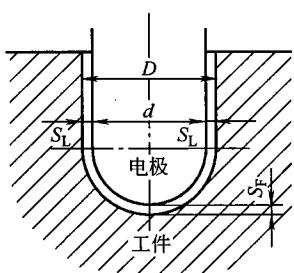
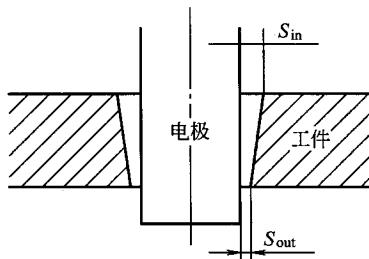

图 1-3 加工间隙
图 1-4 入口间隙与出口间隙
(1) 工具电极 电火花加工用的工具，因其是火花放电时电极之一，故称工具电极，简称工具或电极（见图1-3）。
(2) 放电间隙 指加工时工具和工件之间产生火花放电的一层距离间隙。在加工过程中，则称为加工间隙 S ，它的大小一般在0.01~0.5mm之间，粗加工时间隙较大，精加工时则较小。加工间隙又可分为端面间隙 S_F 和侧面间隙 S_L （见图1-3）。对于穿孔加工，又可分为入口间隙 S_{in} 和出口间隙 S_{out} （见图1-4）。